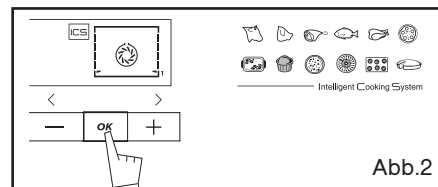

Abb.2
- Über die Taste **OK** den Garvorgang einleiten (Abb.2).